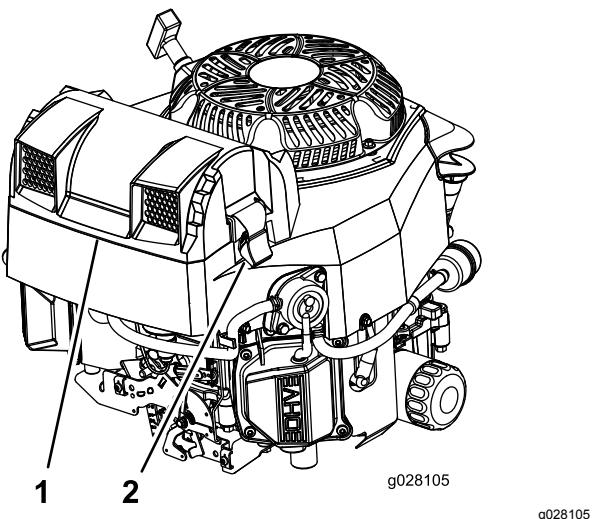

Figura 52
2. Retire la tapa para tener acceso a los elementos del limpiador de aire (Figura 52).
3. Instale la tapa y sujetela con los enganches (Figura 52).